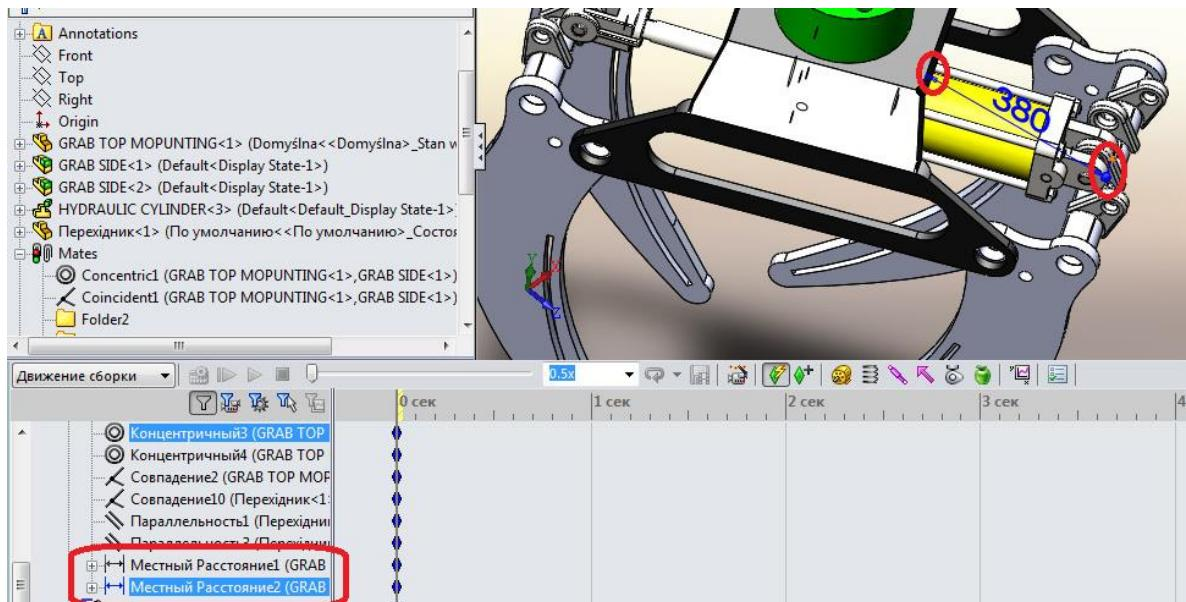

Рис.8. Спряженні відстань для компонентів **GRAB TOP MOPUNTING**
3.3.3. Вибрать команду **Спряження** та створити два нових спряження Відстань, як це показано на рис. 8.